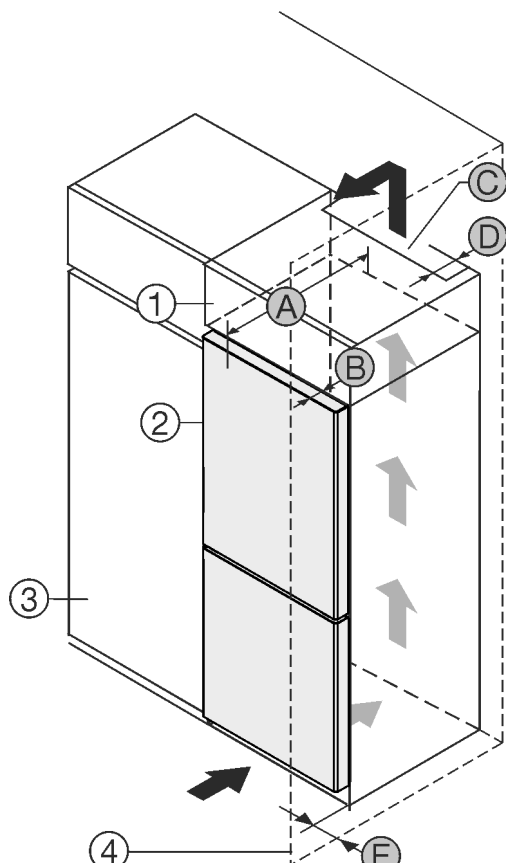

Fig. 1
Uređaj se može postaviti direktno uz kuhinjski element Fig. 1 (3).*
Na stražnjoj strani visećeg ormara treba postojati otvor za odzračivanje dubine Fig. 1 (D) po cijeloj širini visećeg ormara.
Ispod stropa prostorije treba poštovati ventilacijski presjek Fig. 1 (C).
Kada se uređaj postavlja s okovima pored zida Fig. 1 (4), razmak između uređaja i zida mora iznositi najmanje 40 mm. To odgovara stajanju ručice kod otvorenih vrata.
Kako biste vrata mogli potpuno otvoriti, uređaj mora biti za dubinu vrata Fig. 1 (B) ispred u odnosu na prednjicu kuhinjskog elementa. Ovisno o dubini kuhinjskih elemenata Fig. 1 (3) i uporabi zidnih odstoynika, uređaj može i dalje stršati.*
Kako biste vrata mogli potpuno otvoriti, uređaj mora biti za dubinu vrata (B) ispred u odnosu na prednjicu kuhinjskog elementa. Ovisno o dubini kuhinjskih elemenata Fig. 1 (3) i uporabi zidnih odstoynika, uređaj može i dalje stršati.*